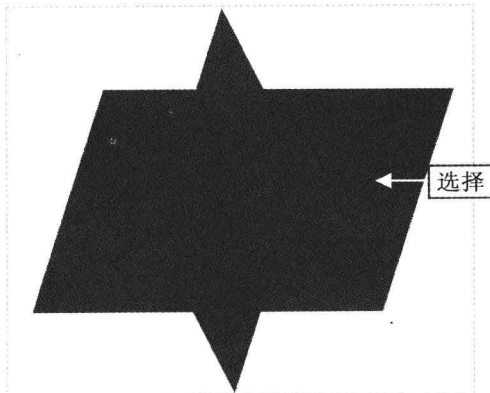

图 10-42 选择合适的曲面
Step 01 按【Ctrl+O】组合键，打开图形文件，在绘图区选择合适的曲面，如图 10-42 所示。